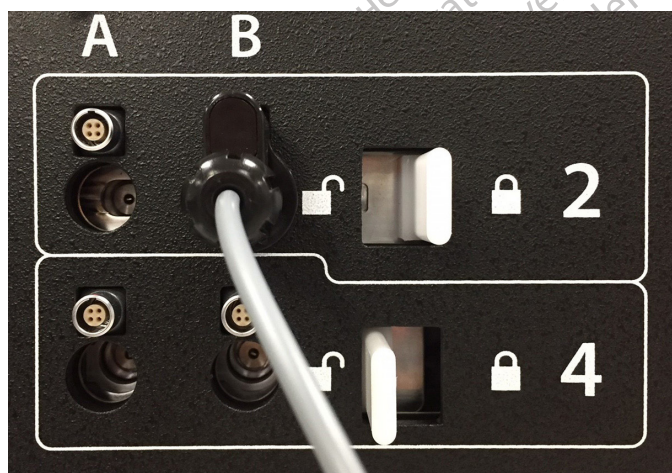

Figura 14. Blocarea acului în canal
5. După ce un ac este introdus în canalul dorit, blocați canalul glisând bara de blocare departe de centrul sistemului (Figura 14).